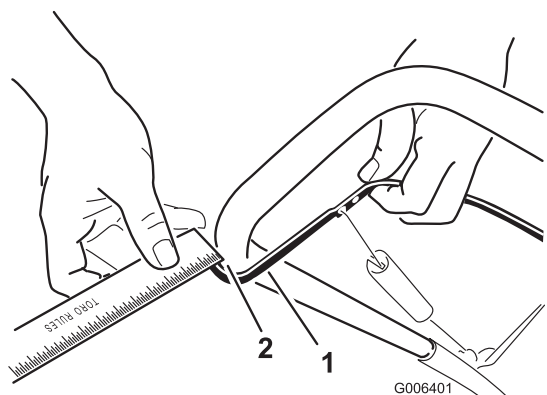

Figure 22
Rapprochez la barre de commande du guidon pour tendre le câble de commande (Figure 22).
**Remarque:** Vérifiez que la barre de commande et le guidon sont espacés de 2 à 3 mm (1/16 à 1/8 po) (Figure 22).